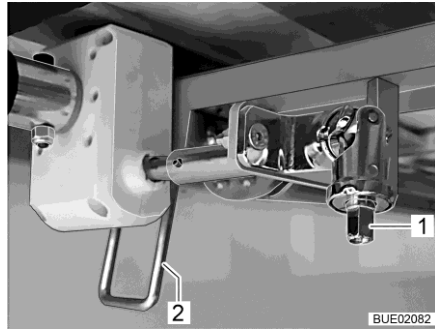

Fig. 132 Ajuste de la altura
- Encajar la manivela en la espiga (Fig. 132,1).
- Girar la palanca (Fig. 132,2) hacia abajo, a la posición vertical.
- Girar la palanca (Fig. 132,2) hacia arriba, a la posición horizontal.